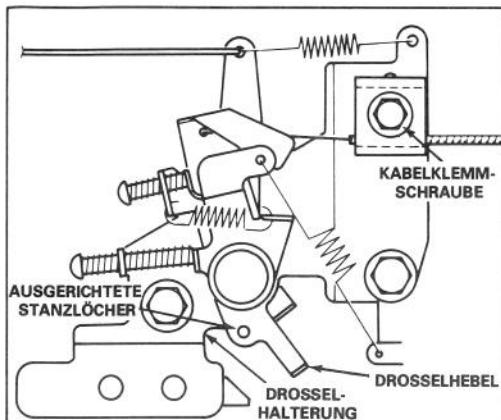

Bild 13
4. Schraube der Kabelklammer lösen, bis Drosselkabel gleitet (Bild 13). Stanzlöcher in Drosselkabel und Drosselhalterung ausrichten. Drosselkabel leicht anziehen, um jedliches Spiel zu beseitigen, und Schraube der Kabelklammer anziehen, um die Einstellung fest zu verriegeln.